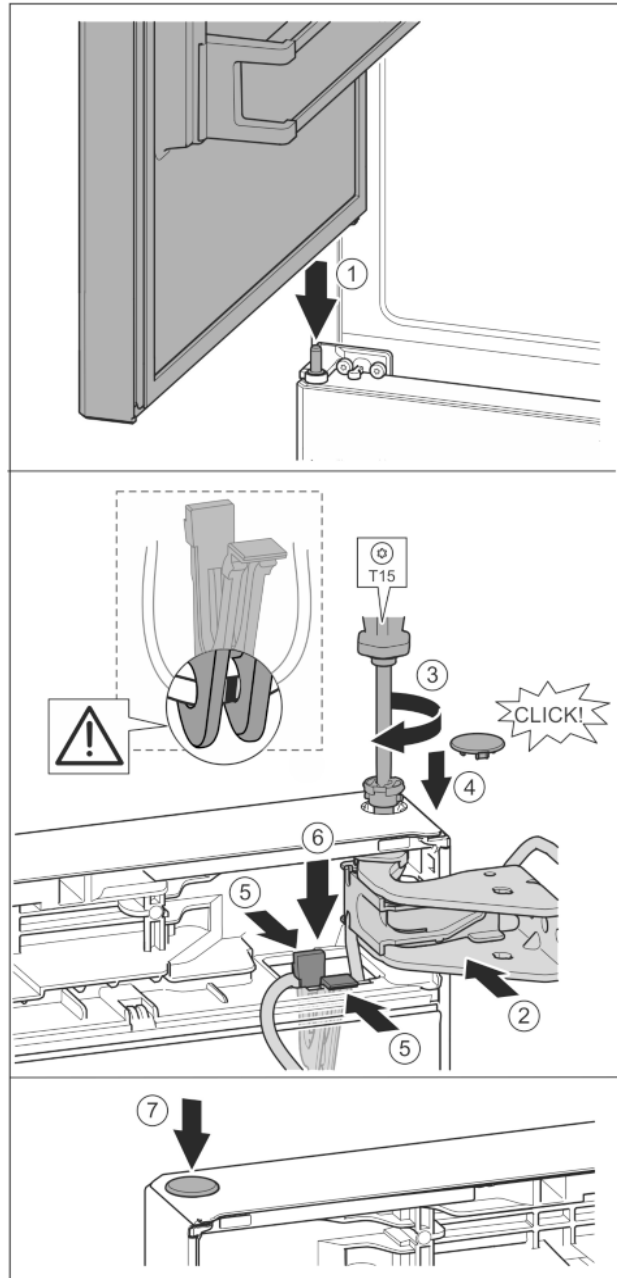

Fig. 39
- ▶ Obere Tür auf mittleren Lagerbolzen setzen Fig. 39 (1)
- ▶ Tür oben zur Öffnung im Lagerbock ausrichten. Fig. 39 (2)
- ▶ Bolzen einsetzen und mit Schraubendreher T15 festschrauben. Fig. 39 (3)
- ▶ Sicherungsabdeckung zur Sicherung der Tür montieren: Sicherungsabdeckung einsetzen und kontrollieren ob sie auf der Tür aufliegt. Ansonsten Bolzen vollständig einsetzen. Fig. 39 (4)
- ▶ Halter mit daran befestigtem Kabel in Öffnung einsetzen. *Fig. 39 (5)*
- ▶ Halter nach unten drücken bis die Lasche einrastet. *Fig. 39 (6)*
- ▶ Stopfen einsetzen. *Fig. 39 (7)*